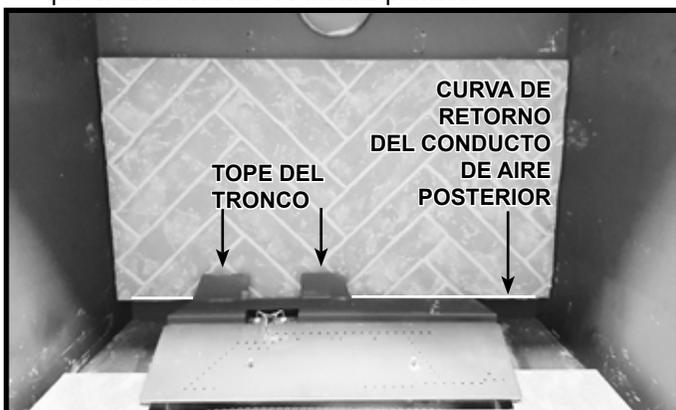

Figura 11.1 Instalación del panel refractario posterior
- Ubique el panel refractario posterior y gírelo para que las juntas se alineen con las juntas de los paneles laterales cuando se instale. Instale el panel refractario posterior como se muestra en la Figura 11.1. Colóquelo con cuidado en la curva de retorno del conducto de aire posterior detrás del tope del tronco.